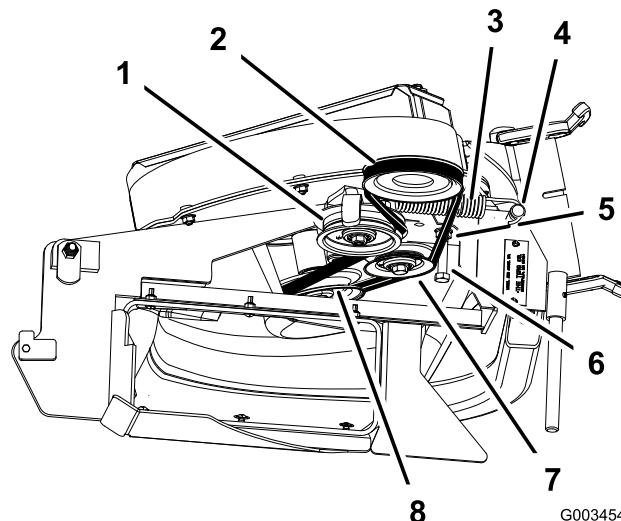

Figura 45
3. Afloje el perno de guía de la correa (Figura 45).
5. Instale la correa nueva alrededor de la polea del soplador (Figura 45).
7. Apriete el perno de guía de la correa (Figura 45).
9. Coloque la correa sobre la polea tensora tensada con muelle (Figura 45).